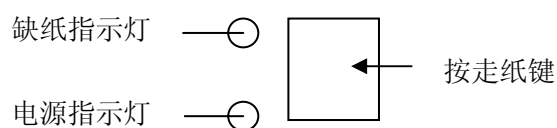

图 6-11 按走纸键
5. 按走纸键（如图 6-11）使机头转动，这时用手将纸端送入机头下面入纸口，纸便会徐徐进入机头并从机头正前方露出，到纸露出有一定长度后，松开走纸键。